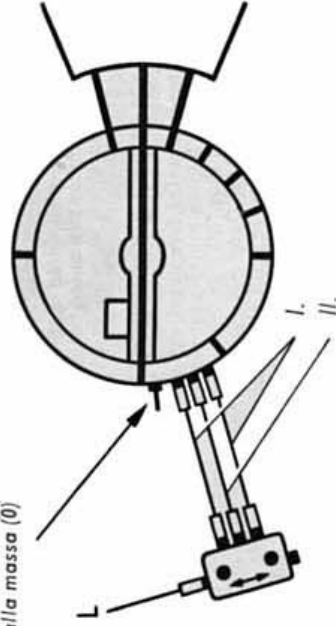
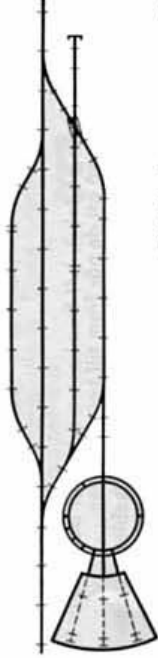

Fig. 1
Fig. 2
4. Rails van de loods op de draaischijf aansluiten (Fig. 2 en 3).
5. De draaischijf wordt volgens fig. 1 aangesloten op de schakelaar, die later op de aele lichtbus van de transformator (eventueel via een verdeelplaat) moet worden aangesloten. De terugvoer van de stroom (Masse-bruin) gaat via de railbedding of de massastecker van de draaischijf naar de transformator (bus "0").
Aansluit der Gleisstücke des Lokomotivschuppens an der Drehscheibe. (Vergleiche Fig. 2 und 3.) Die Drehscheibe ist gemäß Fig. 1 mit dem Umschalter zu verbinden, der seinerseits an der Lichtbusse des Transformators (evtl. über eine Verteilerplatte) anzuschließen ist. Die Rückleitung des Stromes (Masse) führt durch den Gleiskörper oder durch den Massestecker an der Drehscheibe zum Transformator (Buchse „0“).
Now connect the turntable as shown in fig. 1 with the reversing switch, which in turn is connected up to the lighting bush of the transformer (possibly through a distributor plate). The earth return current passes through the track or through the earth plug on the turntable to the transformer (bush "0").
Brancher les éléments de voie de la rotonde au pont tournant (fig. 2 et 3).
Brancher le pont tournant au pupitre de commande conformément à la figure 1. Ce pupitre est à brancher à la prise lumière du transformateur, éventuellement par l'intermédiaire d'une boîte de dérivation. Le retour du courant est assuré par le corps de la voie. On peut également relier la borne de masse du pont au transformateur (prise "0").
Conexión de los tramos de vía del depósito de locomotoras junto a la placa giratoria (figs. 2 y 3). La placa giratoria se unirá al conmutador como se indica en la figura 1, conmutador que, a su vez, se conectará con el enchufe de la red de alumbrado del transportador (intercalando, eventualmente, una placa de distribución). El retorno de la corriente (masa) conduce, por el cuerpo de vía o la clavija de masa de la placa giratoria, al enchufe "0" del transformador.
Come visibile nella Fig. 1 la piattaforma girevole è raccordata al commutatore il quale a sua volta è collegato alla presa-luce del trasformatore (eventualmente attraverso una piastra di derivazione). Il ritorno della corrente (massa) avviene attraverso il corpo del binario o collegando la presa di massa della piattaforma alla presa "0" del trasformatore.
Om belysning önskas kläm fast belysningssocklar på sidoväggarna, och drag ut kablarna genom hålen i bakre väggen. Lägg åter på taket och se till att det skjuter in rätt i bakväggens spår. Anslut vändskivan till lokstallets skenor (fig. 2 och 3).
Anslut därefter vändskivan till kopplingspulten (fig. 1), som i sin tur kopplas till transformatorns uttag för belysning (ev. via en fördelarplatta). Strömmen återledes (jord) via skenorna eller från vändskivans jordstift till transformatorns 0-uttag.
Klem lyssoklen på plads på sidevæggen og tilslut den til fordelerpladen. Sæt taget på plads igen og pas på, at det skydes rigtigt ind i rygvæggens udskæringer (fig. 2 og 3).
Forbind remisens skinnestykker med drejeskiven. Som vist på fig. 1 skal drejeskiven forbindes med omskifteren, der skal tilsluttes transformatorens lysudtag (eventuelt over en fordelerplade). Tilbageførsel af strømmen sker gennem skinnelegemet eller gennem stikket på drejeskiven til transformatoren (bøsning "0").